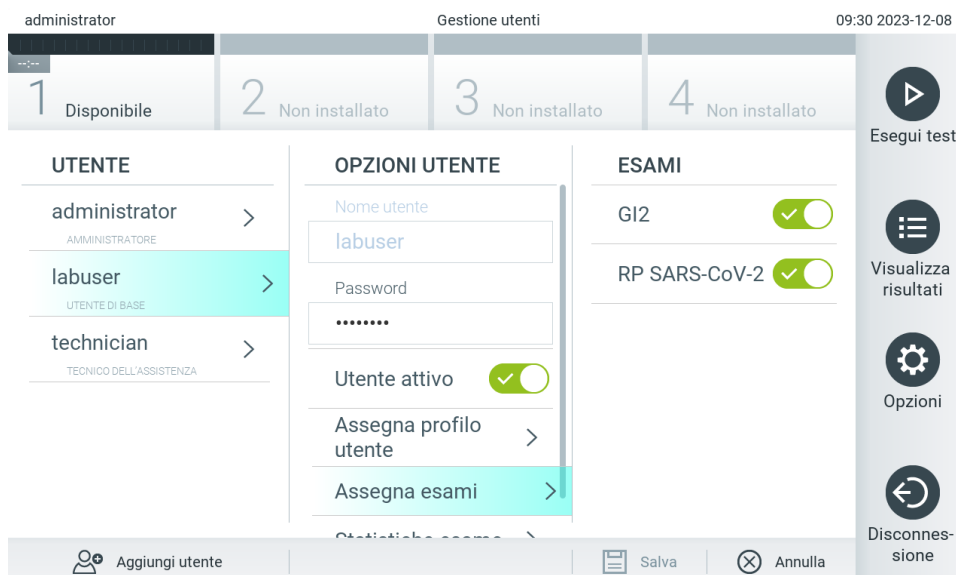

Figura 53. Assegnazione di esami agli utenti.
- Assign Assays (Assegna esami): permette di definire gli esami del database degli esami che l'utente può eseguire. Selezionare gli esami dall'elenco a destra dell'area dei contenuti (Figura 53)